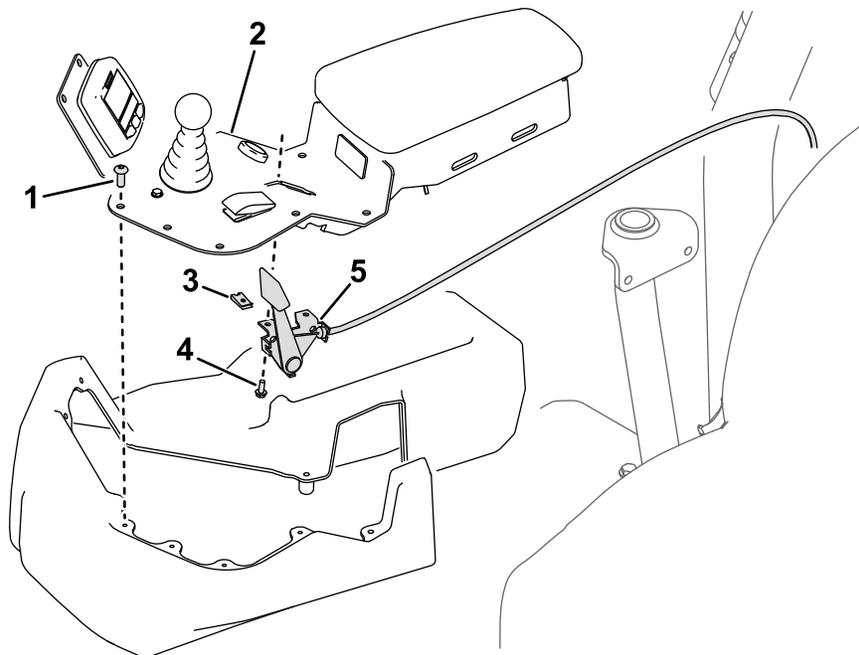

図 2
1. コンソールのボタンヘッドねじ10本を外して、コンソールプレートを取り外す 図 2。
2. チョークケーブルをコンソールプレートに固定しているボルトとスピードナットを外す 図 2。
手順については 図 2 を参照。